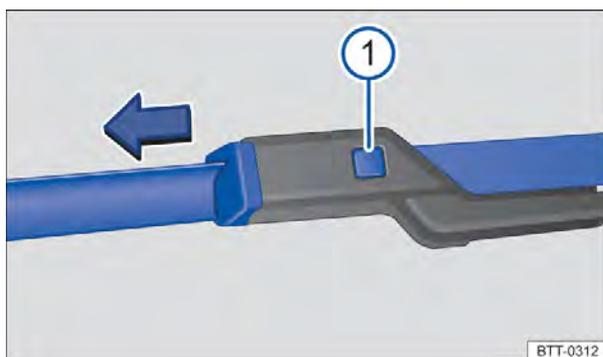

Fig. 205 Substituir as palhetas dos limpadores do para-brisa.
- Manter o botão de destravamento ⇒ Fig. 205 ⓘ pressionado e, ao mesmo tempo, retirar a palheta dos limpadores do para-brisa no sentido da seta.